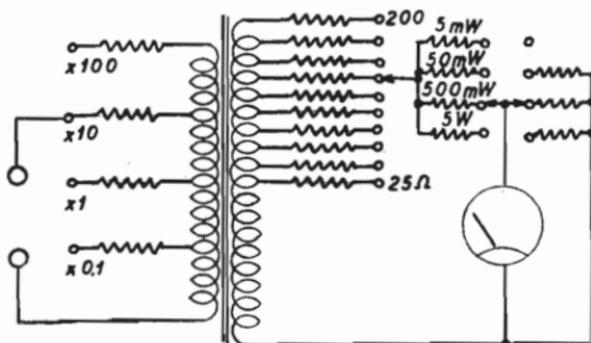

Fig. 221. — Misuratore di uscita General Radio tipo 583 A.
*Misuratore di uscita General Radio 583A, fig. 221.*